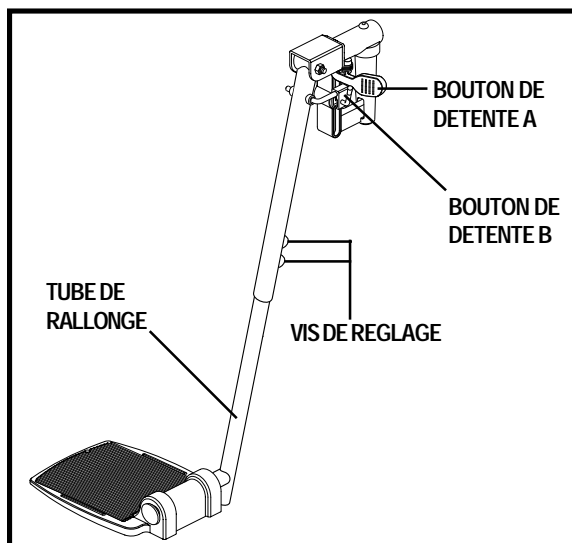

Figure 20. Repose-jambes élévateurs
1. Pesez sur le bouton de détente. Voir la figure 20.
1. Pesez sur le levier de détente A. Voir la figure 20.
1. Retirez les deux vis de réglage sur le côté de chaque rallonge des ELR. Voir la figure 20.